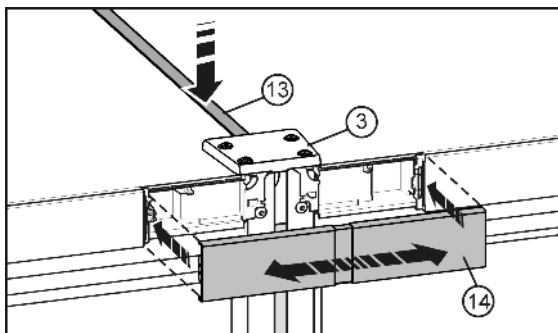

Fig. 10
- ▶ Затисніть на верхньому боці короткий нащільник Fig. 10 (13) у щілину. Нашцільник необхідно з'єднати зі з'єднувальною пластиною Fig. 10 (3) врівень на передній кромці.
- ▶ Встановіть кришку Fig. 10 (14) на відкритий проміжок між обома панелями блоку керування. Зверніть увагу, щоб зовнішні боки кришки були з'єднані урівень з панелями блоку керування. З цією метою кришка зроблена так, що її можна витягти.